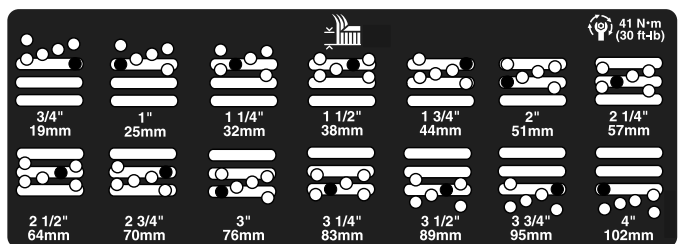

Figura 23
5. Mueva la cámara a la altura deseada e instale el espaciador en el taladro y la ranura de altura de corte deseados (Figura 23)